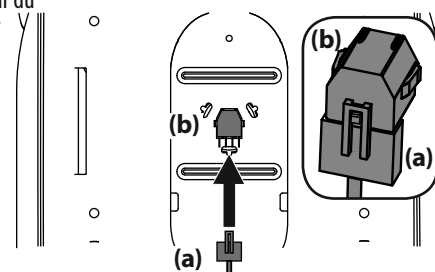

Figure 8
3. Si nécessaire, connectez le faisceau de l'interrupteur du siège (a) à l'interrupteur (b). Voir Figure 8. Placez l'excédent de fil loin des points de pincement.